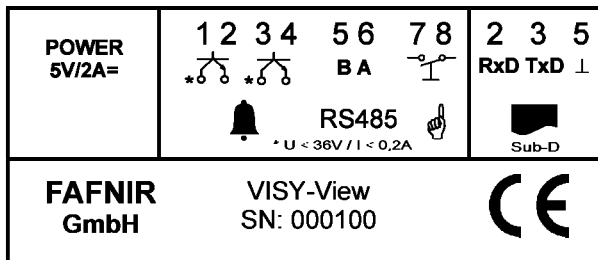
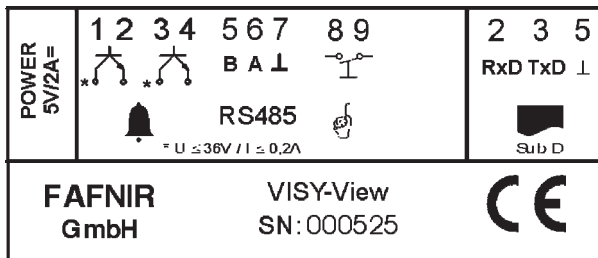

Figura 5: Placas de identificação de aparelhos até ao número 524
Figura 6: Placas de identificação de aparelhos a partir do número 525
- (3) Conecte o cabo de ligação às conexões 5 e 6 (B e A) da interface RS-485 do VISY-View (ver Figura 5 e Figura 6).